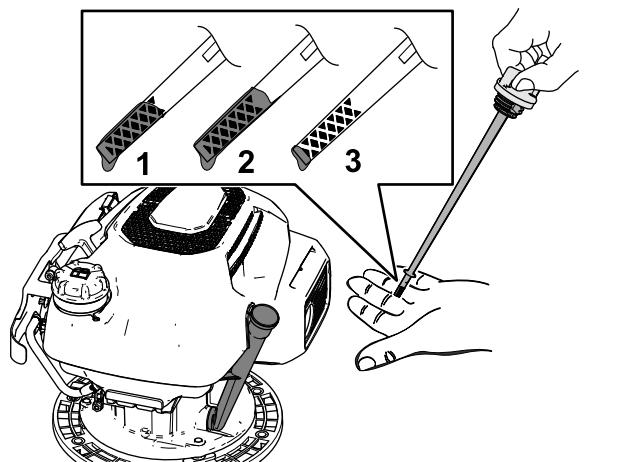

Figure 16
5. Vérifiez le niveau d'huile indiqué sur la jauge (Figure 16).